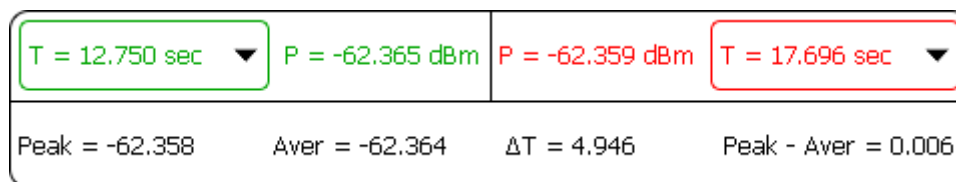

Рисунок 7.18 – Окно взаимодействия с маркерами группы Using Markers
2.2 При использовании маркеров группы Using Markers (установлена галочка), пользователю доступны следующие параметры для анализа результатов измерений (рисунок 7.18).